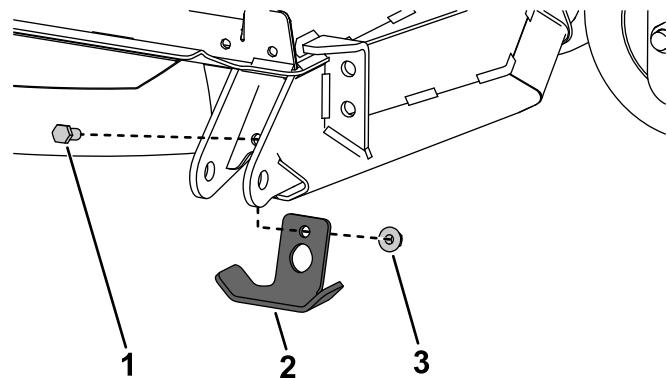

Figura 8
- Retire las fijaciones que sujetan la chapa de protección existente a la unidad de corte (Figura 8).